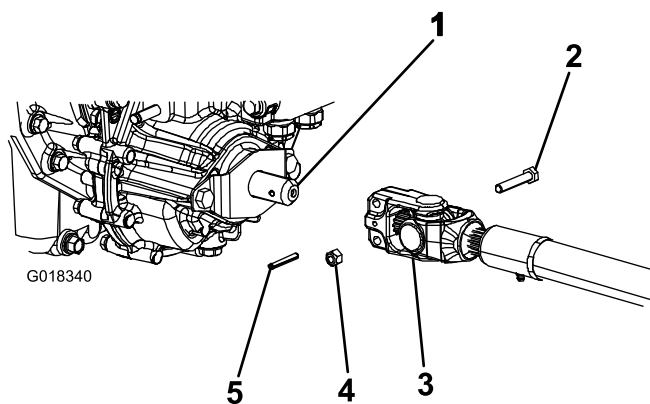

图 4
3. 将 PTO 驱动轴放在机器前部下方。确保驱动轴滑轴朝向变速箱驱动轴图 4。